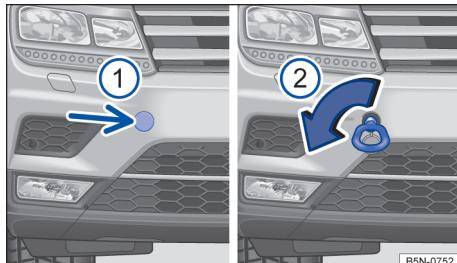

Fig. 223 No para-choque dianteiro à direita: argola de reboque.
- Pressionar na região lateral da cobertura (seta) para soltar o encaixe da cobertura → **Fig. 223 ①**.
- Rosquear a argola de reboque tão firme quanto possível **no sentido anti-horário** no alojamento → **Fig. 223 ②** → ①. Utilizar um objeto apropriado com o qual a argola de reboque possa ser rosqueada com firmeza no alojamento.